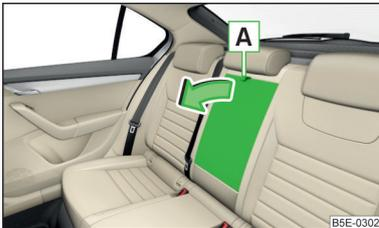

Abb. 79
- An der Schlaufe **A** » Abb. 79 ziehen und die Armlehne in Pfeilrichtung herunterklappen.
- Die Armlehne hinten herunterklappen (nicht bis zum Anschlag) » Abb. 79 auf Seite 88.